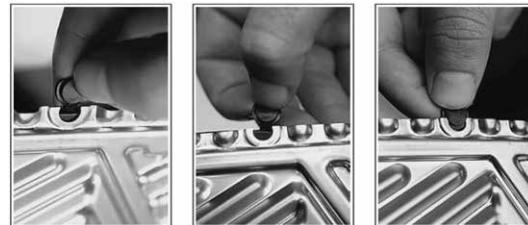

Рис.7
- Прижмите уплотнитель к пластине (Рис. 6), при этом убедитесь, что каналы для определения утечек ("A") находятся в правильном положении и проверьте, чтобы петли Plug-In® цеплялись специальными зажимами (Рис. 7). Убедитесь, что уплотнитель надежно установлен в зажим, затем переверните пластину, чтобы еще раз убедиться в правильном положении петель Plug-In®.